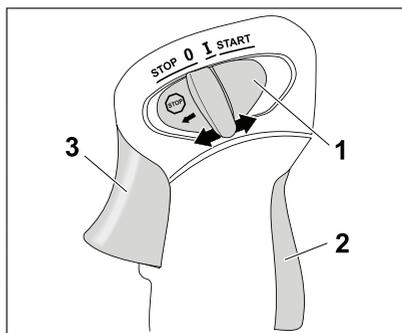

Fig. 08
- Acione o botão da trava do acelerador (2) e após acione o acelerador (3) até o fundo para ficar travado (Fig. 08). Coloque o acionador na posição ligado "I Start" (1). Libere o acelerador (3), para o botão "I Start" ficar acionado.
- Pressione o acelerador (3), (Fig. 08) para destravar a trava do acelerador (2). O interruptor de ignição salta automaticamente para a posição "I Start". O motor funcionará em rotação lenta.
- Coloque o interruptor de ignição (1) na posição "I Start" (Fig. 08, Pág. 10).
- Coloque a alavanca do afogador (6) na posição (3) , (Fig. 08, Pág. 10).
- Se o motor não arrancar, coloque a alavanca do afogador (6) na posição (2) , (Fig. 08, Pág. 10). Após o arranque do motor, volte a colocar a alavanca do afogador (6) na posição (3) , (Fig. 08, Pág. 10).
- Libere o acelerador (3), (Fig. 08, Pág.10). Deixe o motor desacelerar em ponto morto.
- Coloque o interruptor de ignição (1), (Fig. 08, Pág.10) na posição "Stop 0", desligado.